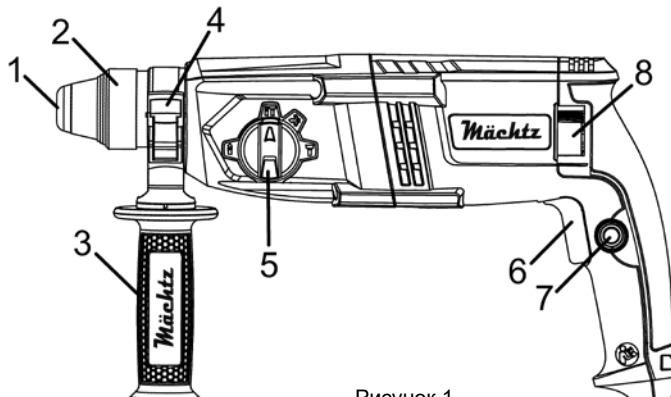

Рисунок 1
**4.1** Оберіть необхідний режим роботи виробу за допомогою перемикача (5) (див. Рисунок 1, таблицю 1). При необхідності зміни кута положення насадки при виконанні довбальних робіт виконайте операції, які описані в пункті 3.5. При необхідності встановлення свердильного патрона – встановіть його в патрон SDS-plus через адаптер.
**4.2** Для увімкнення виробу натисніть на пускову клавішу (6) (рис.1). Для вимкнення виробу курок слід відпустити. Швидкість обертання двигуна регулюється ступенем натискання на пускову клавішу.